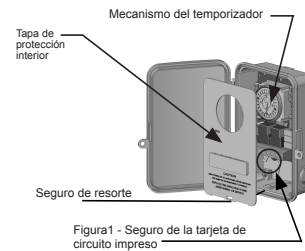

Figura 1 - Seguro de la tarjeta de circuito impreso
1. Abra la puerta y retire la tapa de protección interior al aflojar el seguro de resorte (vea la Figura 1).
2. Retire el tablero de circuito impreso al aflojar el seguro de resorte y sostenga la parte inferior del tablero (vea la Figura 1).